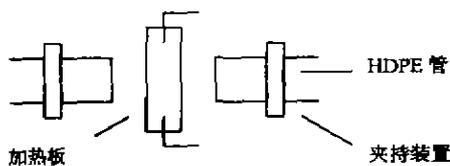

图3 焊接准备示意图
4.2.1 扣合PE管,用夹持装置固定PE管的位置,并让加热板加热至设计温度(如图3)。